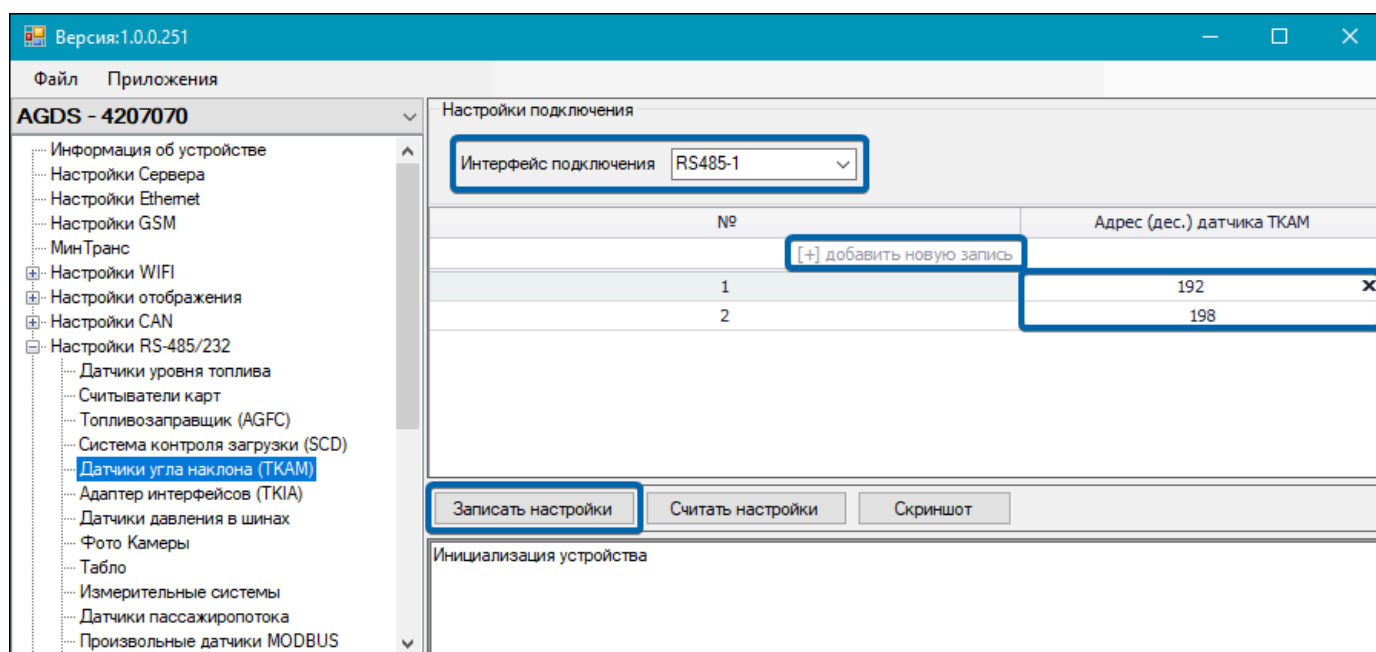

Рис.86. Рабочая область пункта «Датчики угла наклона (TKAM)»
2. Выберите в списке программы-конфигуратора пункты Настройки RS-485/232 | Датчики угла наклона \(ТКАМ\) (**Рис.86**).